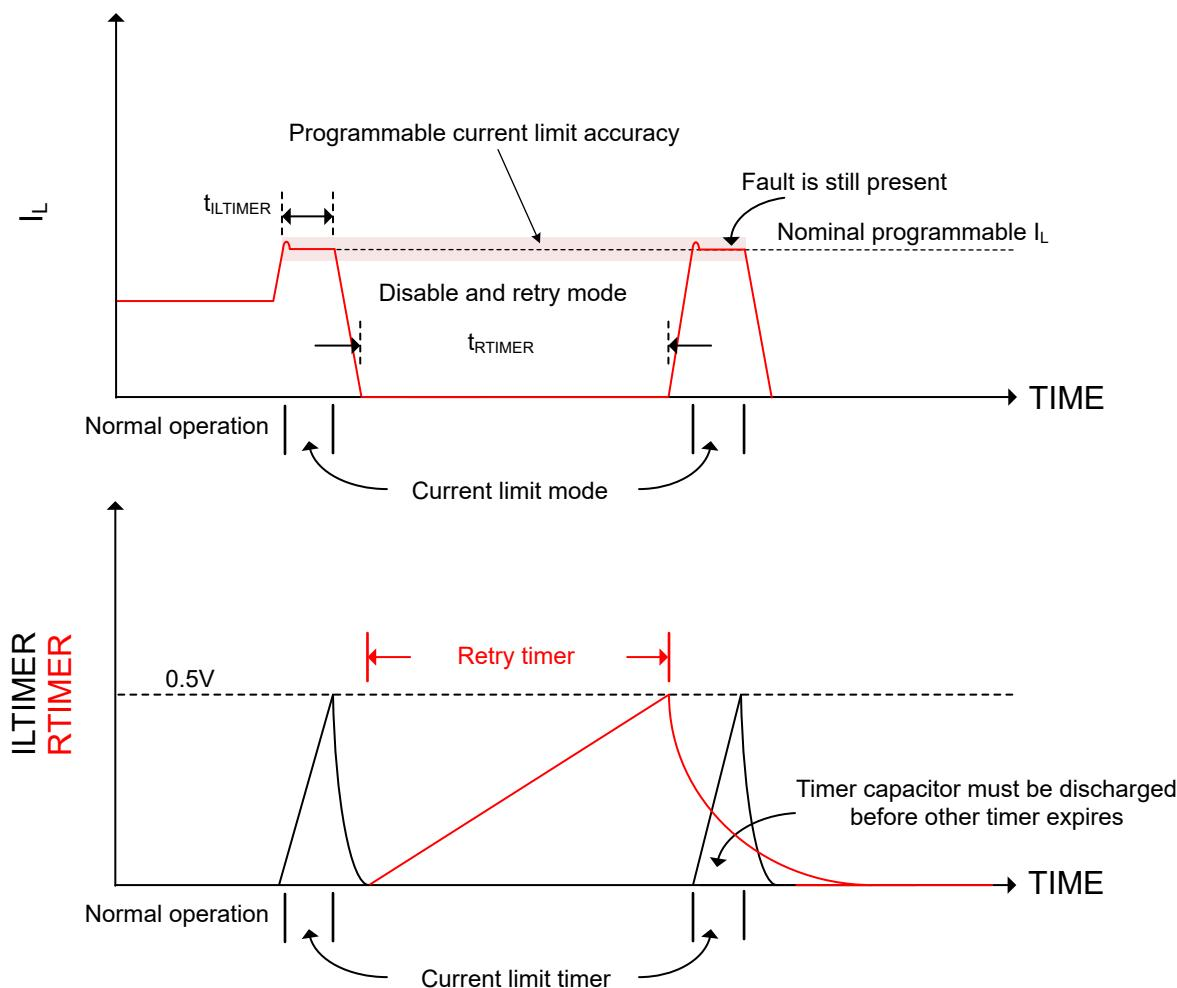

図 8-2. プログラマブル フォルトタイマのコンデンサの制限
プログラマブル フォルトタイマ、ILTIMER および RTIMER は、適切な動作を確保するため、1 つのタイマのコンデンサが、もう 1 つのタイマの満了前に放電されるように設定する必要があります。図 8-2 に、RTIMER が ILTIMER よりもはるかに大きいため、この制約が満たされていない状況を示します。この場合 C_{RTIMER} は、 $C_{ILTIMER}$ が 0.5V に達し、ILTIMER が満了する前に放電されません。この状況を回避するには、式 10 に示す制約を満たす必要があります。この式を使用して、タイマ用のコンデンサを選択すると（式 10 の C_1 ）、2 番目のタイマのコンデンサに対する最大値を決定できます。内部 ILTIMER を使用する特定のケースでは、フォルトが引き続き発生していると仮定して、内部 ILTIMER の満了前にコンデンサが放電されるように、RTIMER コンデンサの容量を決定する必要があります。各タイマの内部プルダウン抵抗については、「電気的特性:すべてのデバイス」の表を参照してください。図 8-2 に示す状況では、式 10 の C_1 と R_{PD1} は RTIMER に対応しています。
- 図 8-2: プログラマブル フォルトタイマのコンデンサの制限